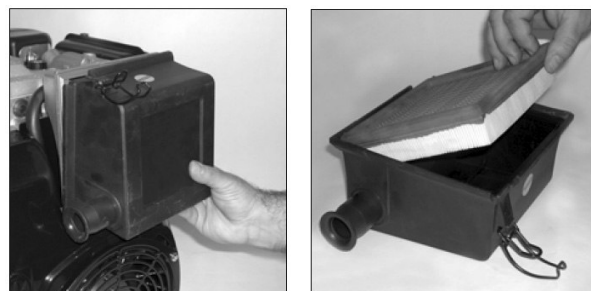

Abb. 30: Trockenluftfilter reinigen
Schritt 1: Luftfilterdeckel entriegeln und abnehmen (Abb. 30, Pos. 1).
Schritt 2: Einsatz (den äußeren Einsatz bei zwei Einsätzen auf Abb. 30, Pos. 2) entfernen.
Schritt 3: Druckluft mit 42-71 PSI (0,29-0,49 MPa, 3,0-5,0 kgf/cm²) von Ihnen nach Außen durch den Einsatz blasen (Abb. 30, Pos. 3), um die Partikel zu entfernen. Den niedrigsten möglichen Luftdruck verwenden, um den Staub ohne Beschädigung des Einsatzes zu entfernen.
Schritt 7: Den Einsatz wieder in das Luftfiltergehäuse (Abb. 30, Pos.4) einsetzen.
Schritt 8: Den Luftfilterdeckel wieder einsetzen und dabei sicherstellen, dass der Pfeil (Abb. 30, Pos. 5) auf dem Deckel (Abb. 30, Pos. 6) übereinstimmt.